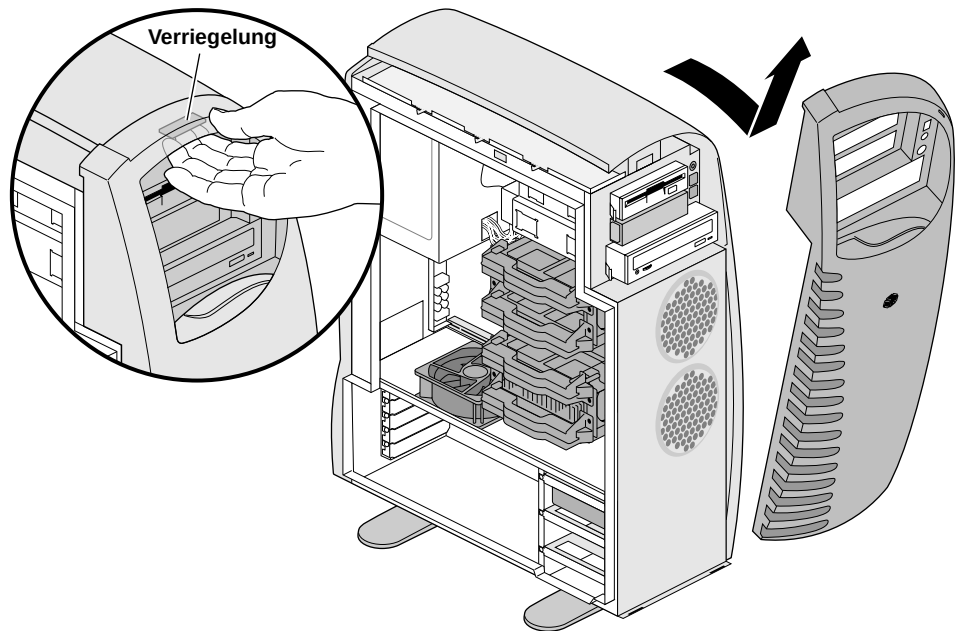

Abbildung 2-1 Lösen der Frontverkleidung
2. Greifen Sie von vorne in die Frontverkleidung, lösen Sie die in der oberen Kante befindliche Verriegelung, und ziehen Sie Verkleidung ab wie in Abbildung 2-1 dargestellt.